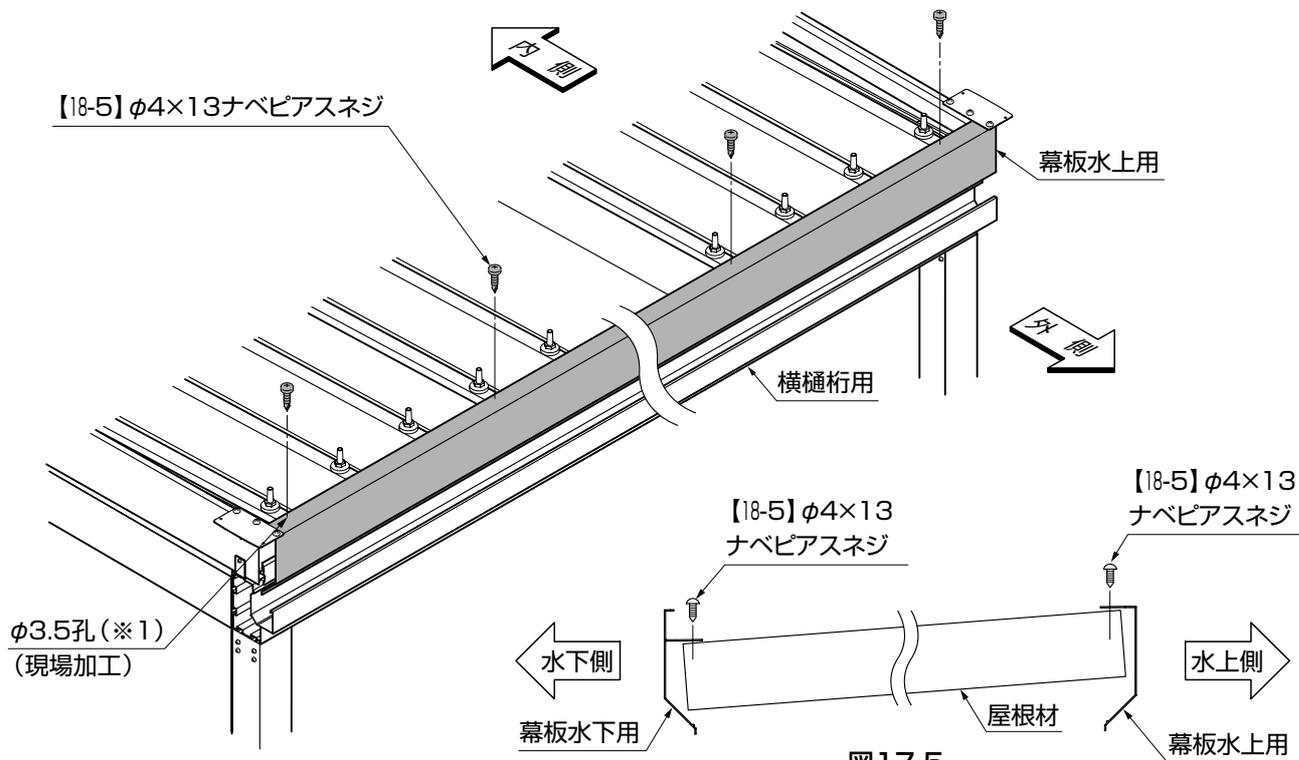

図17-5
- ④幕板に合わせて折板にφ3.5(※1)の孔加工をしてください。
- ⑤幕板と折板を【18-5】で取付けてください。
- 水上用と水下用で取付位置が異なります。(図17-5参照)